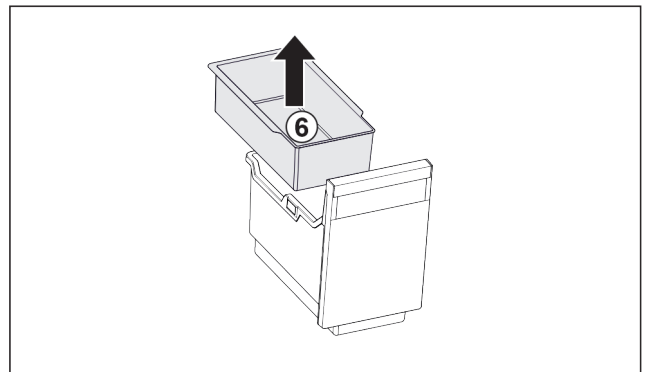

Fig. 105
- ▶ Vzemite ven Fig. 105 (6) obešalno skodelico.